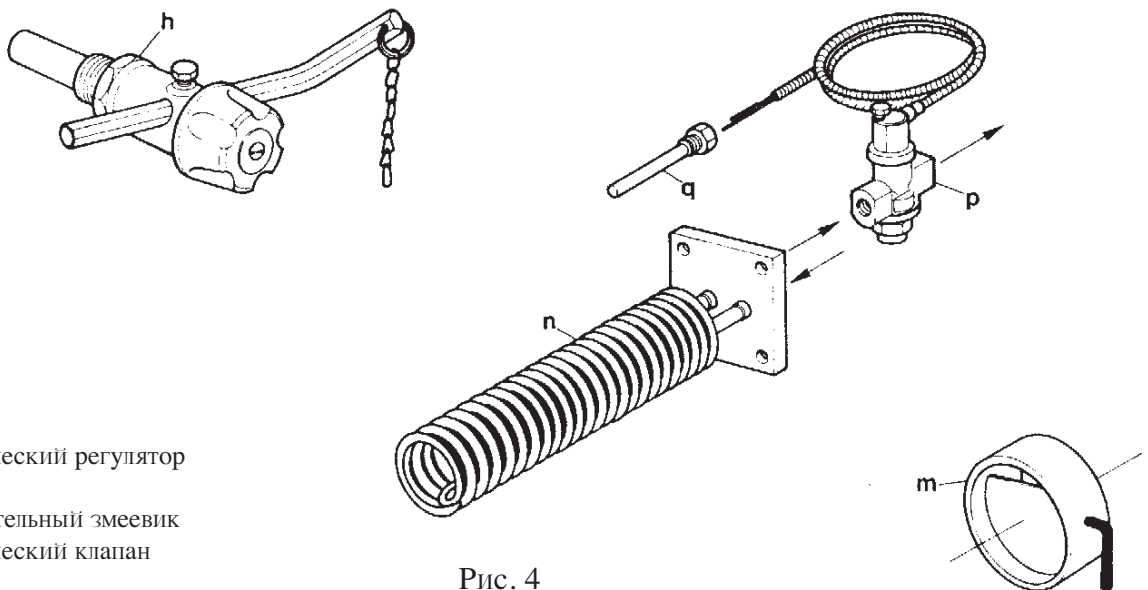

Рис. 4
6. ПОРЯДОК РАБОТЫ, МОНТАЖ КОМПЛЕКТУЮЩИХ, ЭКСПЛУАТАЦИЯ (Рис.4)